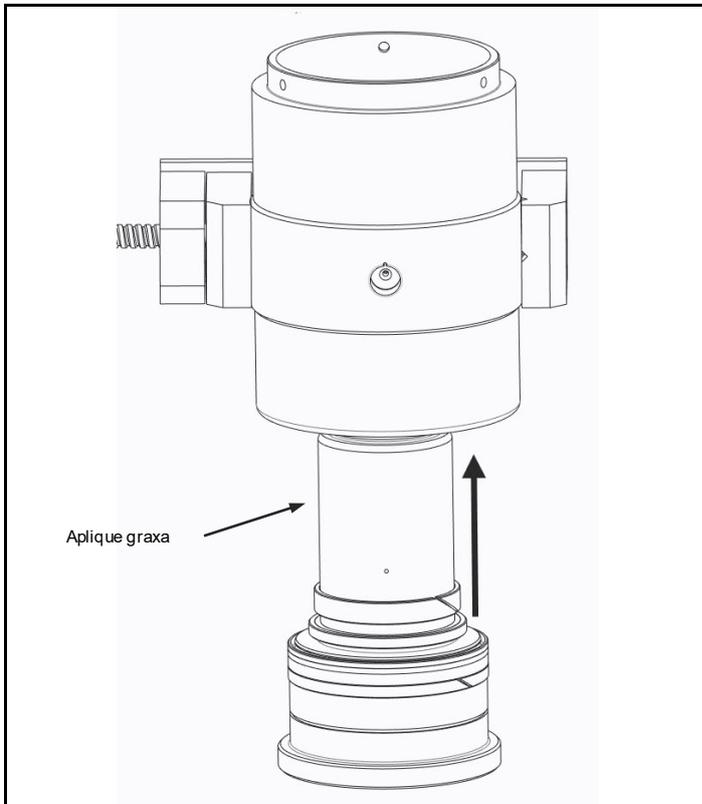

Fig. 4.7 Aplique graxa e instale o pistão
a) Ao deslizar o conjunto do pistão no corpo, tome cuidado para não danificar nenhuma das superfícies internas. (Fig. 4.7)